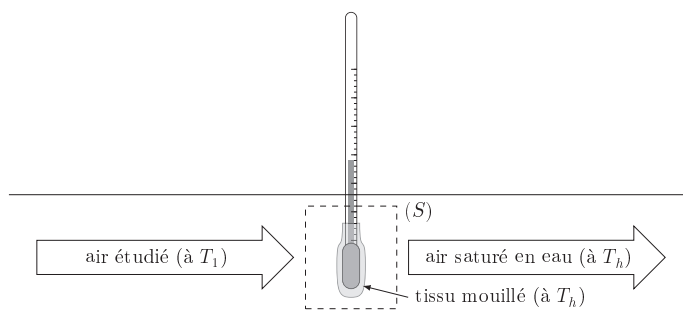

Figure 5 Thermomètre à bulbe humide
La figure 5 schématise le transport de l'air humide sur le thermomètre à bulbe humide. La température de sortie T_h est déterminée à l'aide d'un bilan thermodynamique appliqué à la surface de contrôle (S) représentée sur la figure 5. À l'entrée, la température de l'air vaut T_1 et l'humidité absolue est x_1 . À la sortie, la température est T_h et l'humidité absolue est $x_2 = x_{\text{sat}}(T_h)$. Le débit massique d'air sec dans l'écoulement est noté $D_{m,\text{as}}$. La pression est uniforme et constante et vaut $p = 1,013 \text{ bar}$. On néglige tout transfert thermique à travers la surface de contrôle (S).